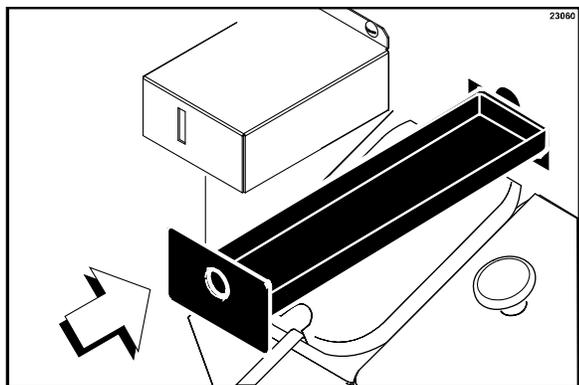

図65
10. フロントパネルから長いドリップパンを取り外し、洗浄後、元の位置に取り付けます(図65を参照。)